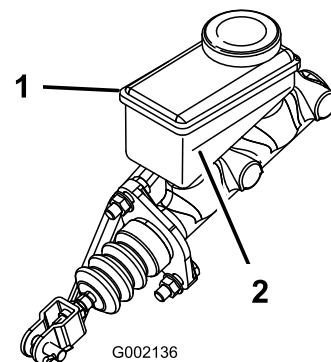

Figura 110
5. Mire el nivel de aceite en el lateral del depósito (Figura 110).
- B. Añada líquido de frenos DOT 3 al depósito hasta que el nivel esté por encima de la línea Mínimo (Figura 110).